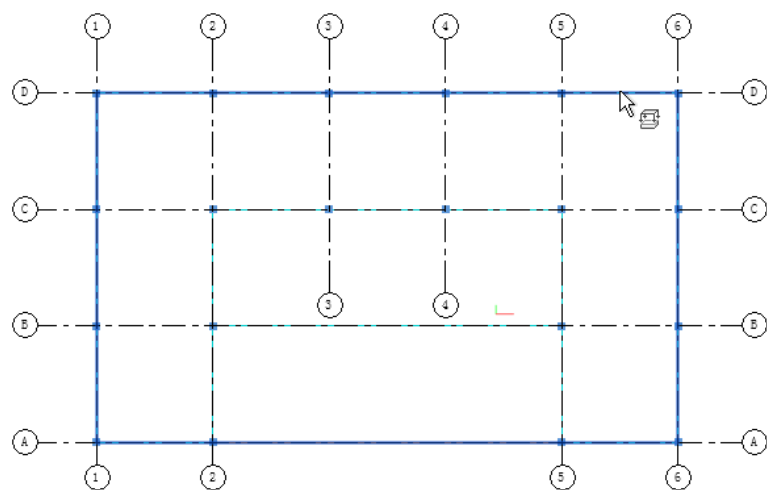

图 14-22 选择结构楼板
(1) 打开结构平面标高一分析视图或在三维视图中。
(2) 单击“分析”选项卡“分析模型”面板中的“荷载”按钮, 打开“修改 | 放置荷载”选项卡。
(3) 单击“荷载”面板中的“主体面荷载”按钮, 在“属性”选项板中选择“荷载工况”, 并定义荷载值。
(4) 在模型中选择结构楼板, 如图 14-22 所示。放置基于主体的面荷载, 如图 14-23 所示。